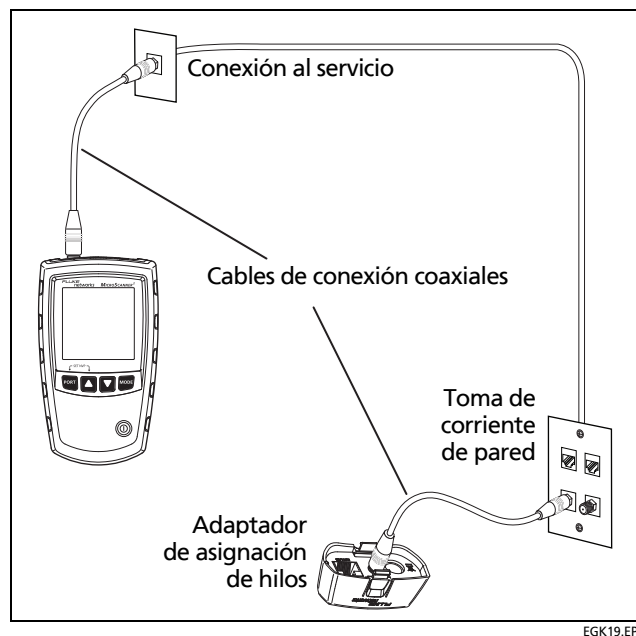

Figura 22. Conexión a un cableado coaxial
- 3 Conecte el comprobador y el adaptador de asignación de hilos o localizador de ID al cableado como se muestra en la Figura 22.